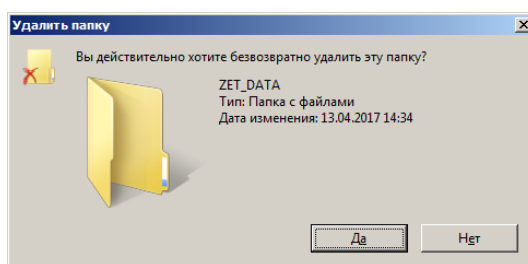

Рис. 2.13 Окно «Удалить папку»
- в открывшемся окне «Удалить папку» (Рис. 2.13) подтвердить удаление активировав кнопку «Да», после чего память вибрметра будет полностью очищена;